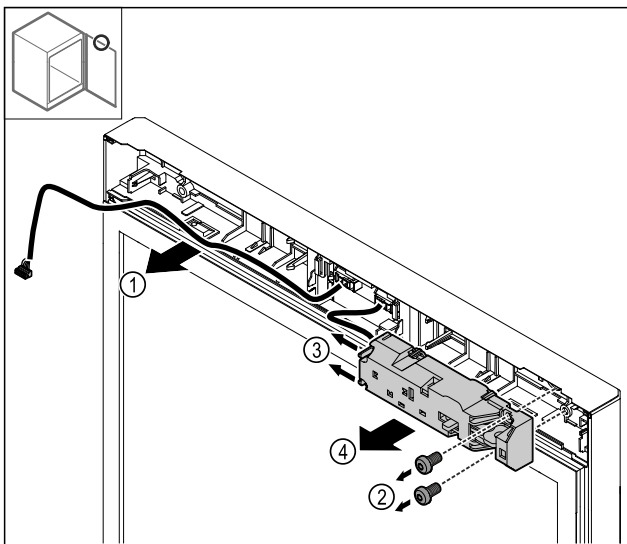

Fig. 23
- ▶ Kabel Fig. 23 (1) herausziehen.